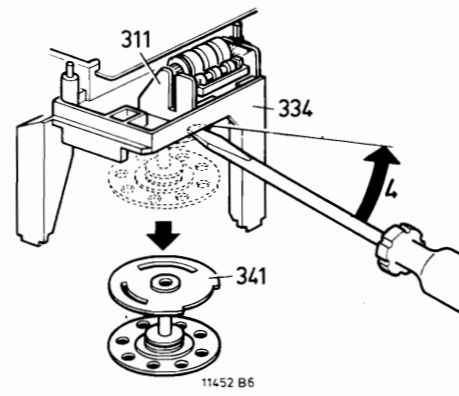

Fig. 4
- Wrik voorzichtig met een schroevendraaier tellervliegwielt 341 van de telleras (fig. 4).